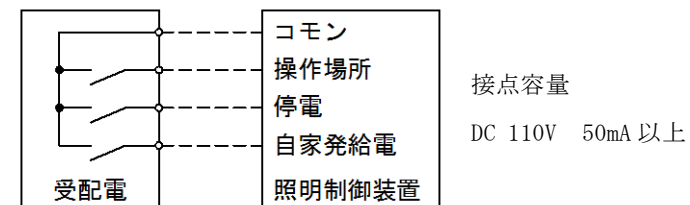

図2-5-7 接点の取り合い
(2) 本設備とトンネル照明制御装置の信号取り合いを図 2-5-7 に示す。